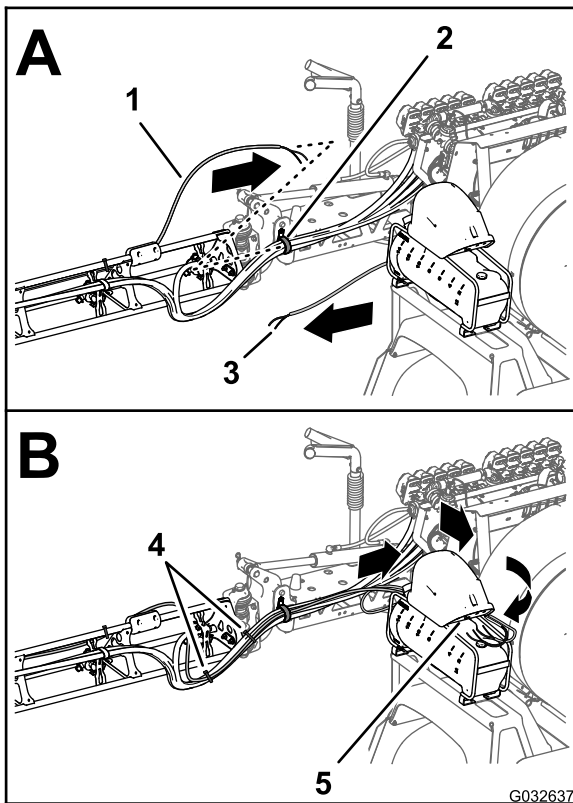

Figura 173
- Encaminhe os tubos para os bicos da espuma na secção da rampa esquerda e direita para dentro e através do grampo em R perto do ponto de articulação para cada secção da rampa exterior (Figura 173).
2. Passe os tubos para a frente junto ao lado interior do compressor para o depósito (Figura 173).
11. Prenda a tubagem do marcador de espuma aos tubos do bico do pulverizador com 2 braçadeiras de cabos (Figura 173).